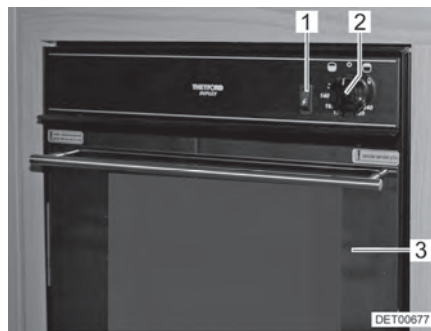
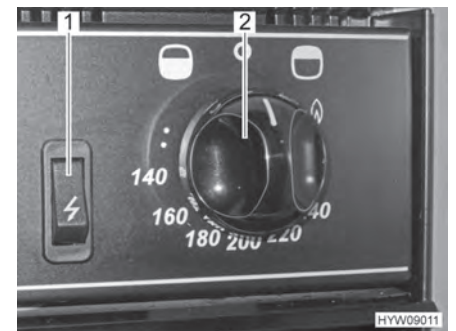

Fig. 128 Horno de gas con grill
Fig. 129 Elementos de mando (horno de gas con grill)
- Abrir la puerta del horno (Fig. 128,3) completamente.
- Pulsar y girar el regulador giratorio (Fig. 128,2 y Fig. 129,2) en sentido contrario a las agujas del reloj (en dirección del símbolo de horno "☪"), al ajuste máximo.
- Presionar el regulador giratorio (Fig. 128,2 y Fig. 129,2) y mantenerlo presionado por 5 a 10 segundos. El gas circula hacia el quemador.
- Presionar el interruptor de encendido (Fig. 128,1 y Fig. 129,1) tanto tiempo como sea necesario para que arda la llama.
- Pulsar y girar el regulador giratorio (Fig. 128,2 y Fig. 129,2) en sentido de las agujas del reloj (en dirección del símbolo de grill "☪"), al símbolo de llama.
- Girar el regulador giratorio (Fig. 128,2 y Fig. 129,2) a "O". La llama se apaga.